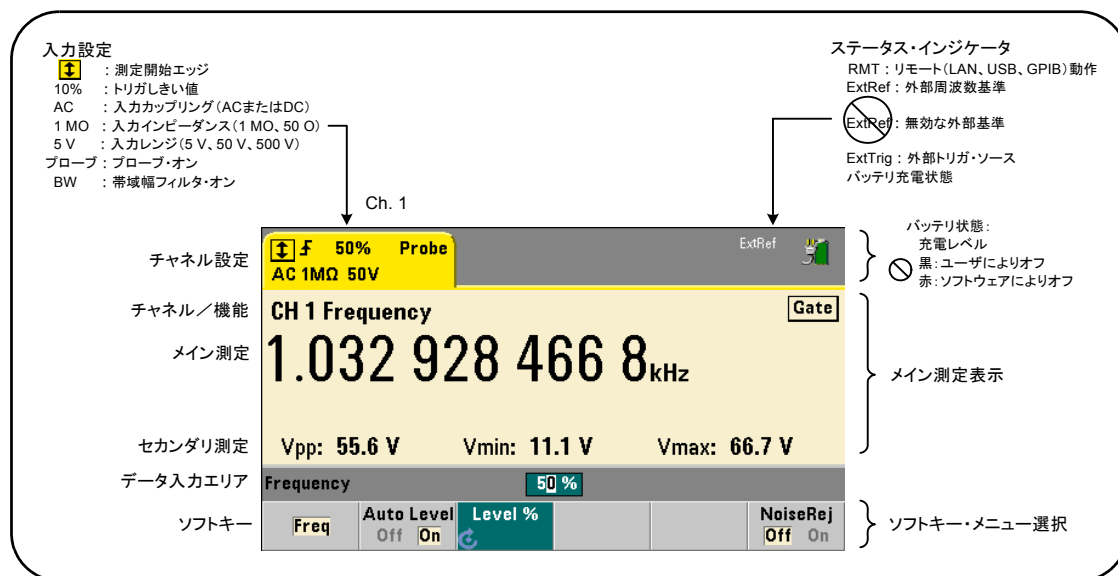

図1-2. 53210Aのディスプレイ。
53210Aのディスプレイのレイアウトを図1-2に示します。
**バッテリー使用状況** バッテリーの存在と状態（オン／オフ）は、ディスプレイ右上コーナーのバッテリー・アイコンで示されます（図1-2）。リモートからは、次のコマンドを使って、測定器が現在AC電源とバッテリー電源のどちらで動作しているかを問い合わせることができます。